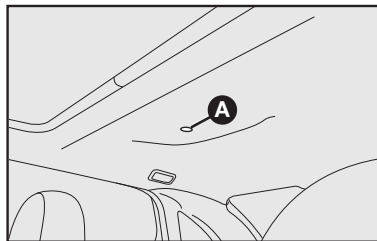

fig. 77
**1** - remover a tampa de proteção **A-fig. 77** localizada na região central do revestimento interno.